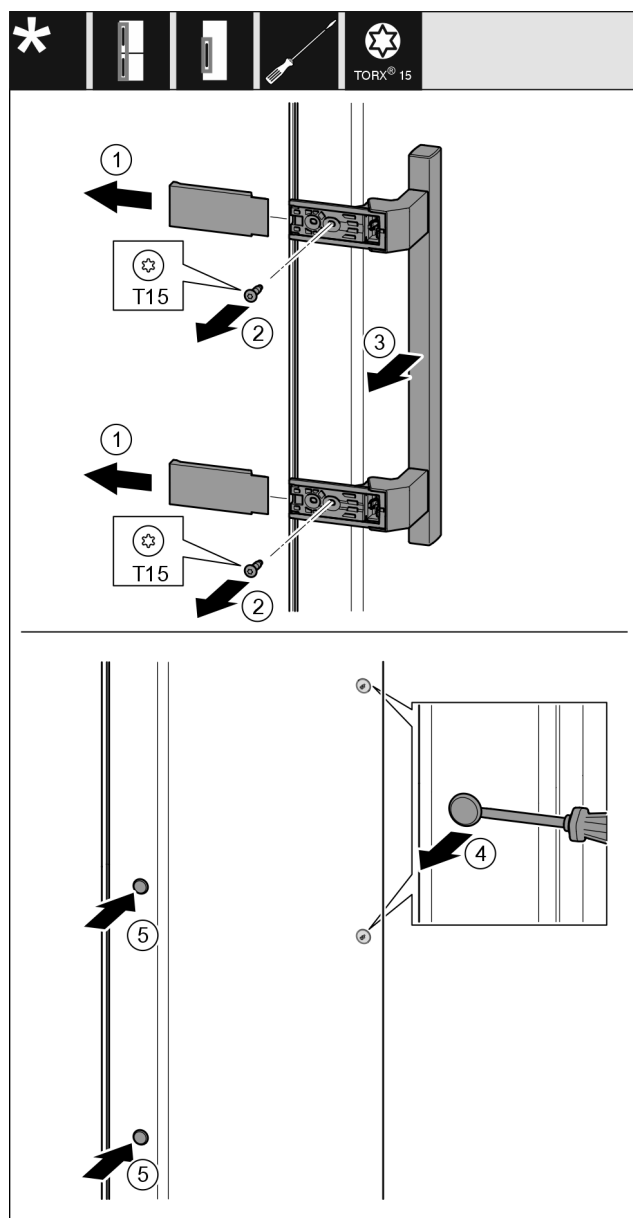

Fig. 49
- Îndepărtați capacul Fig. 49 (1).
- Demontați șuruburile Fig. 49 (2) cu șurubelnița.
- Îndepărtați mânerul Fig. 49 (3).
- Ridicați cu precauție dopul lateral Fig. 49 (4) cu o șurubelniță plată și extrageți-l.
- Introduceți dopul Fig. 49 (5) pe partea opusă.